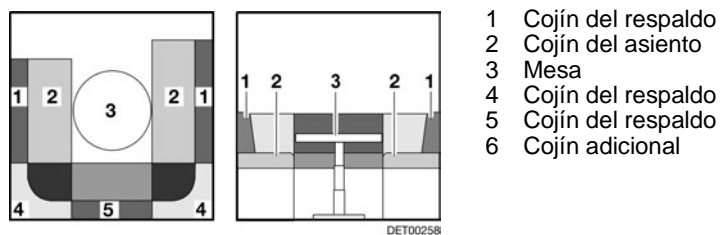

Fig. 68 Antes de la transformación
- Transformar la mesa (Fig. 68,3) en base de cama (véase apartado 7.7).